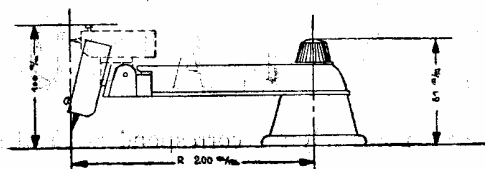

Figure 2.
**Montage :** Le Pick-Up est posé à côté du plateau de façon à ce que le bras, le pick-up et l'aiguille forment une ligne droite et que l'aiguille se trouve placée au-dessus du centre du plateau. Dans cette position son pied est fixé sur la table du phono à l'aide des deux vis jointes. Pour les dimensions voir la figure 2.